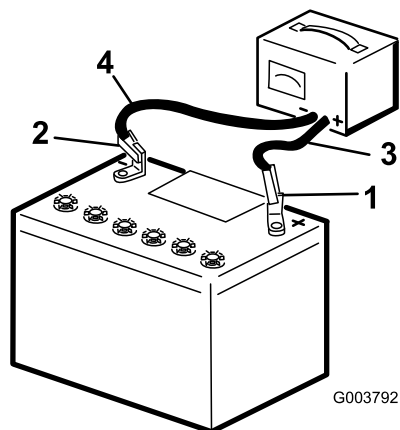

Рисунок 61
2. Заряжайте аккумуляторную батарею током от 3 до 4 А в течение 4 – 8 часов (Рисунок 61). Не допускайте избыточного заряда аккумулятора.
- После полной зарядки аккумулятора отсоедините зарядное устройство от электророзетки, а затем отсоедините провода зарядного устройства от штырей аккумулятора (Рисунок 61).